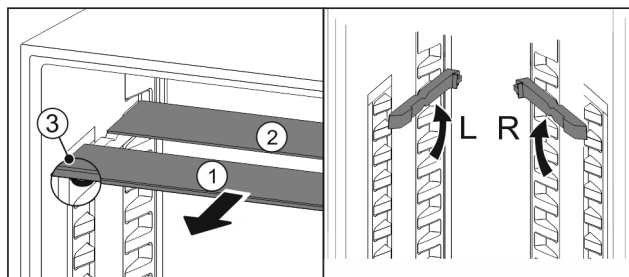

Fig. 127
- estrarre i ripiani di vetro singolarmente tirando in avanti Fig. 127 (1).
- ▷ Il piano in vetro Fig. 127 (1) con il motivo ornamentale è nella parte anteriore.
- ▷ I fermi Fig. 127 (3) sono rivolti verso il basso.